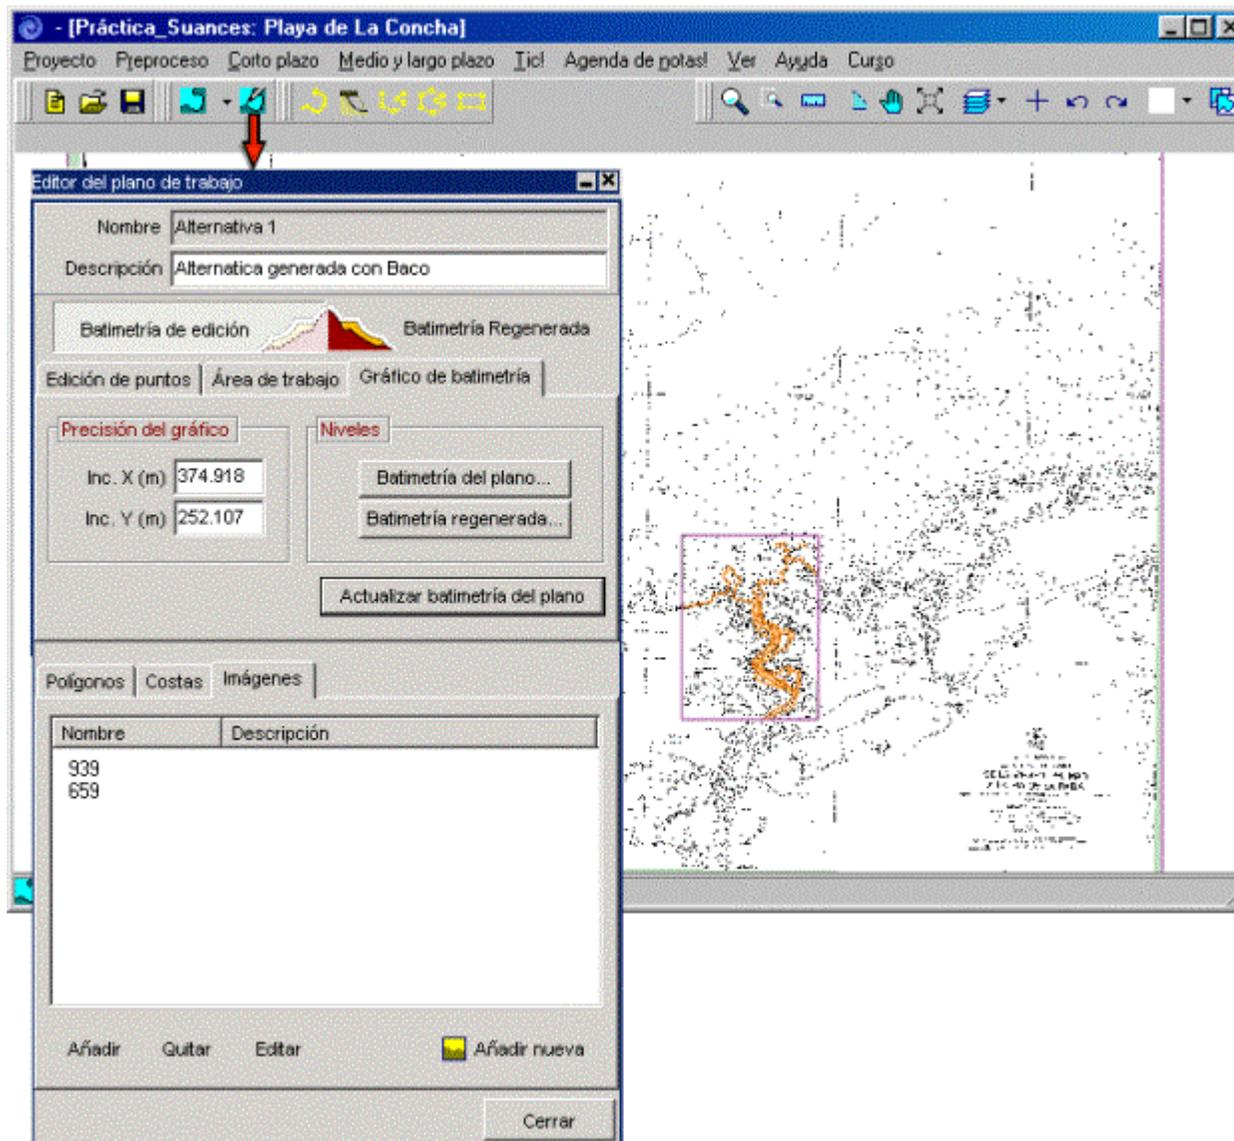

Figura 7.23
- Pulsar el botón del “Editor del plano de trabajo” y escribir dentro del campo de la descripción “Alternativa generada con Baco” (ver figura 7.23). También se puede verificar cuáles son los elementos que componen ésta. En la pestaña de polígonos se puede visualizar el polígono 939 y el 659. Estos polígonos, como ya se comentó anteriormente, contienen los puntos batimétricos de cada una de las cartas: la general (939) y la de Suances y Ría (659).